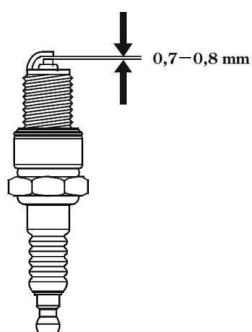

рис.8
7.2 Свечи зажигания см. рис.8
- рекомендуется проверить величину межэлектродного зазора, который должен составлять 0,7-0,8 мм. При существенном отклонении величины зазора от указанной, необходимо его отрегулировать (восстановить) или заменить свечу (см. рис.8);